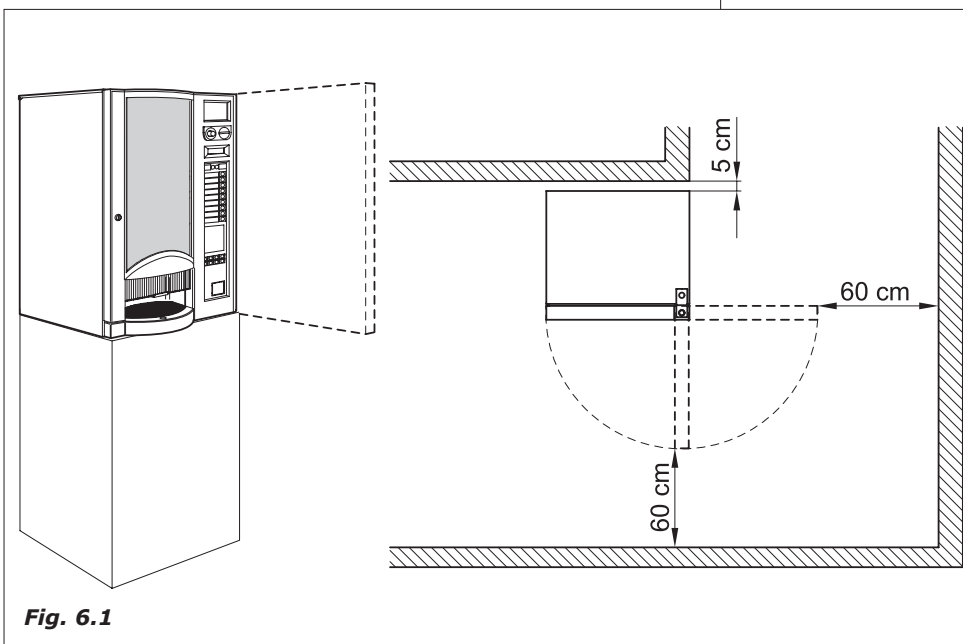

Fig. 6.1
- Se posicionado perto de uma parede, a parte traseira deve ficar a uma distância mínima de 5 cm da mesma (Fig.6.1), para permitir uma ventilação regular. Em caso nenhum cobrir o distribuidor com panos ou coisas parecidas.
Se a instalação vem efetuada em corredores de evacuação de segurança verificar que com o distribuidor com a porta aberta fique um espaço suficiente à passagem (Fig.6.1).